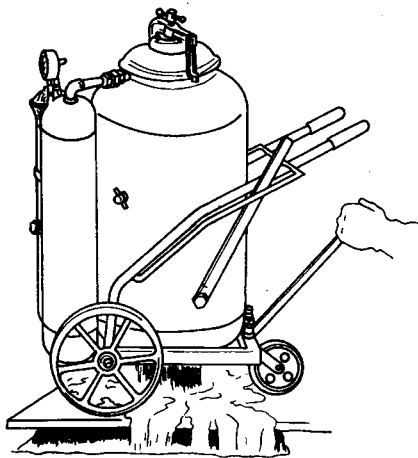

图 1-6
5) 工作结束后,应把乙炔发生器推到指定地点,打开溢水阀,向上扳动移位调节杆,打开盖,取出电石篮,然后如图 1-6 所示往下扳动放污开关杆 13,放掉电石污。